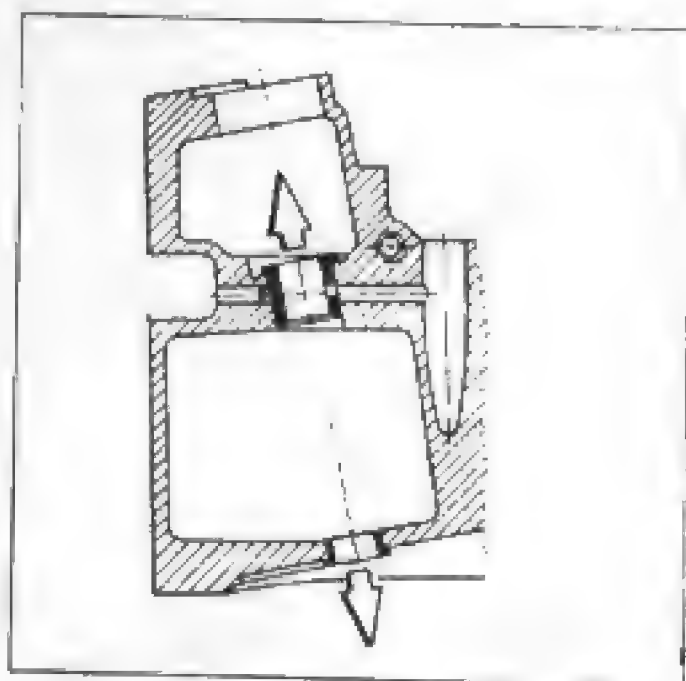

Fig.45 - Remoção das buchas da bomba de óleo
- Remover a bucha superior ou inferior, utilizando um toca-pino conforme sentido indicado (setas na fig.45).